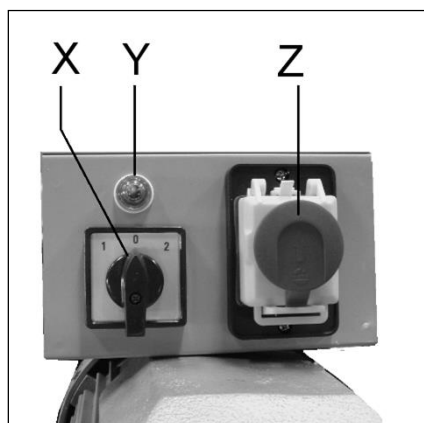

Рис.2
Станок запускается зеленой кнопкой Вкл. (ON) на главном переключателе (Z, Рис. 2).